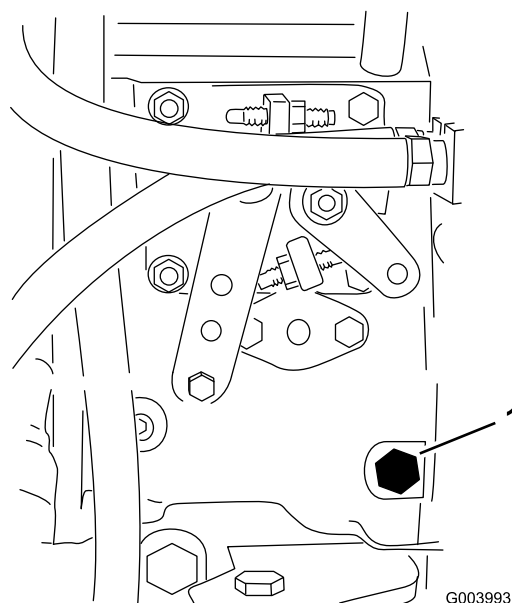

Figure 20
3. Desserrez la vis de purge sur la pompe d'injection (Figure 20) à l'aide d'une clé de 12 mm.